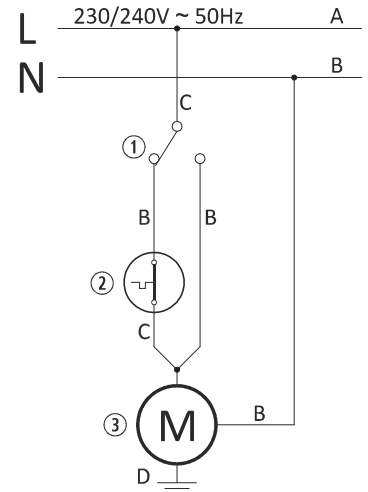

Figura 13
- Ante cualquier problema con el sistema eléctrico de la estufa, consultar con el proveedor (ver *figura 13*).